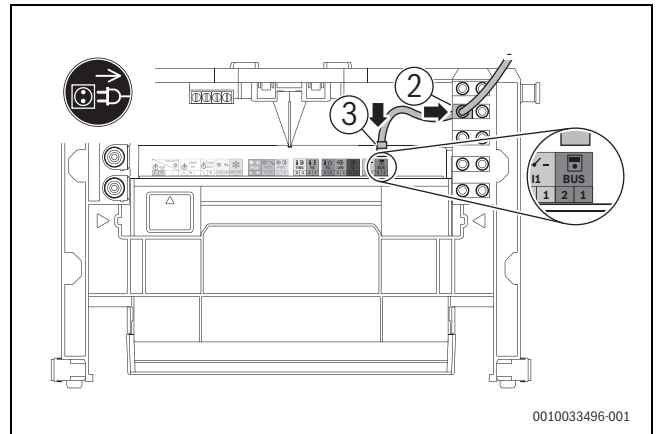

Рис. 97 Подключение дополнительного оборудования CS 36 к BUS
- ▶ Вставьте фиксатор провода BUS-шины (→ рис. 97, [2]).
- ▶ Подключение BUS-шины к разъему BUS клеммной колодки (→ рис. 97, [3]).